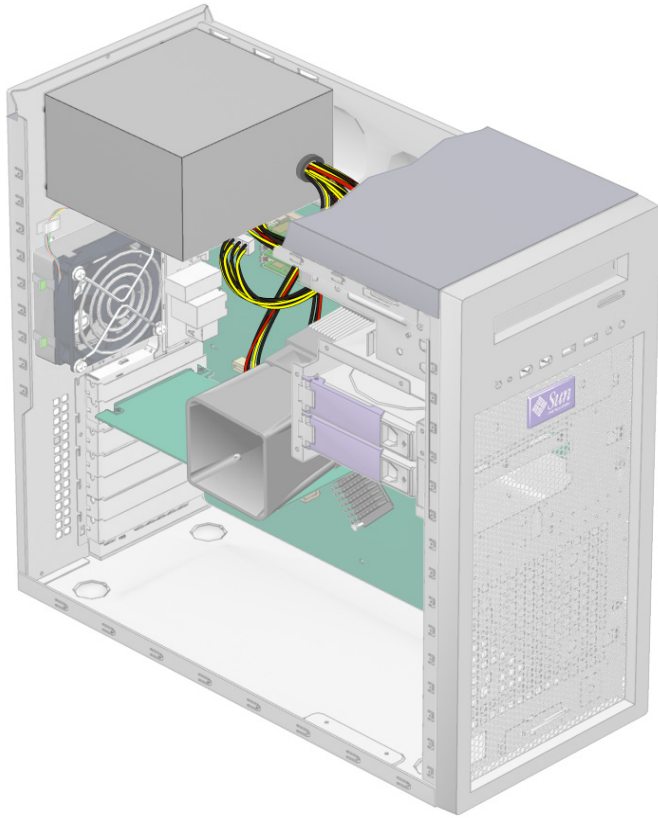

图 4-26 电源和电缆位置
3. 轻轻地将系统让右侧面向下侧放在稳固、防滑的平面上，并找到电源（参见图 4-26）。